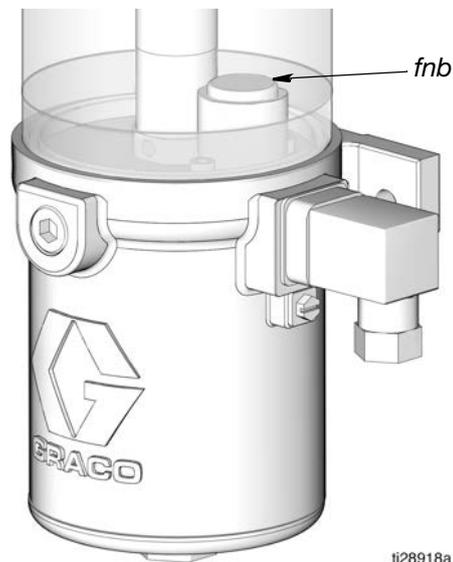

Fig. 10: Flotador de nivel bajo en posición totalmente bajada
A medida que se dispensa aceite, el flotador de nivel bajo empieza a descender. Cuando el aceite en el depósito llega al nivel bajo, el flotador baja del todo (como muestra la FIG. 10) y cierra el interruptor de nivel bajo normalmente abierto y envía una señal al controlador del lubricador (J).